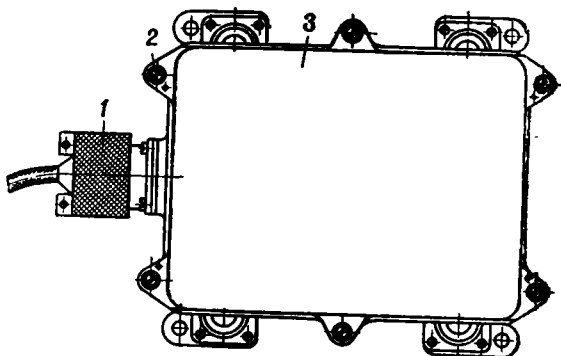

Рис. 64. Установка радиометрического блока защиты РБЗ-1М:
1. Расшплинтовать, отвернуть накладную гайку 1 (рис. 64) штепсельного разъема и отсоединить провода.
1. Установить радиометрический блок 3 (рис. 64) защиты и закрепить болтами 2 с пружинными шайбами.